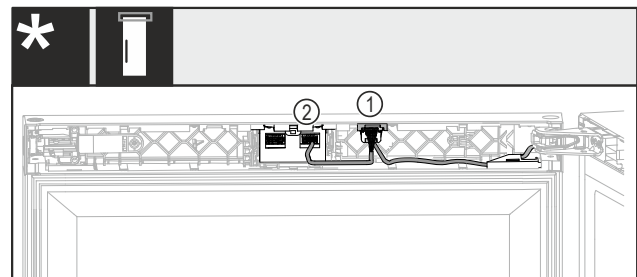

Fig. 39 Sans verrou ou verrou mécanique*
- Insérer le connecteur avec les deux câbles *Fig. 39 (1)* dans le guide.*
- Insérer le connecteur avec un câble *Fig. 39 (2)* dans le logement droit.*